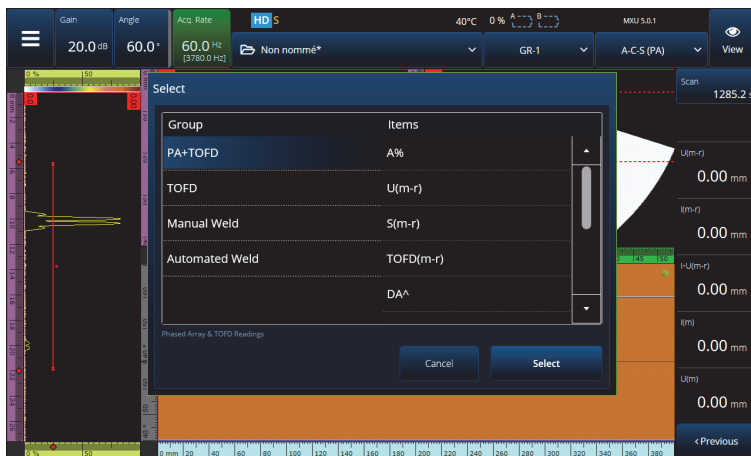

图 2-63 选择读数列表
显示在屏幕右侧的所有 10 个读数都包含在生成的报告中, 并被保存在设置文件中。您可以在读数之间轻松切换, 以选择在读数栏区中显示的 UT 参数, 这些参数可以单独显示, 也可以列表形式显示。当某个参数被加亮显示时, 读数的 **Select** (选择) 菜单中会提供这个参数的说明 (参见第 108 页的图 2-63)。
- a) **Select Reading List** (选择读数列表) 可使您在预先配置的读数列表中进行选择 (参见第108页的图 2-63)。